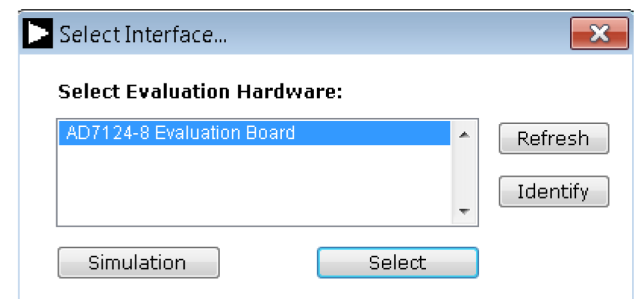

図 32. AD7124-4/AD7124-8 の評価用ボードの選択
7. ソフトウェアを実行する際、PC に接続されている評価用ボードを選択します。AD7124-8 の場合、ドロップダウン・メニューから EVAL-AD7124-8SDZ を選択します (図 32 参照)。